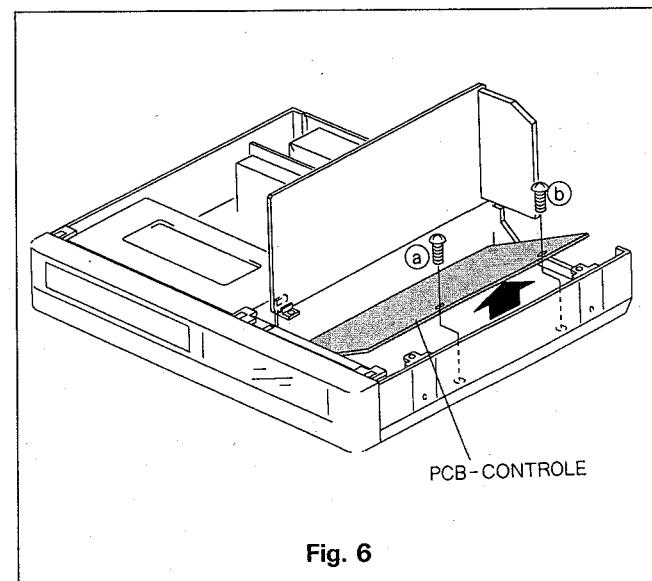

Fig. 6
- Démonter les deux vis (Ⓐ et Ⓥ) qui fixent la platine contrôle comme le montre la Fig. 6.